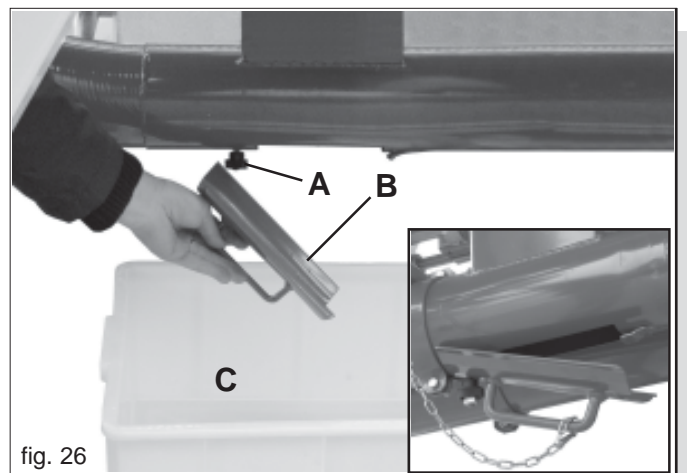

fig. 26
- Die Kugelgriffe (A, Abb. 26) lockern und die Schieber (B) entfernen.
- Die Saatgutsammelbehälter unter den Ablässen (C, Abb. 26) positionieren.